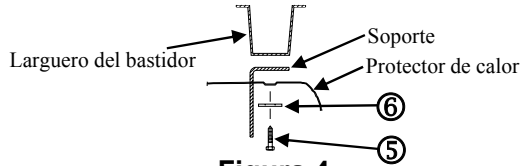

Figura 4
5. Vuelva a instalar el protector de calor usando los tornillos existentes excepto sobre el soporte del enganche use un perno hexagonal M6 nuevo y la arandela plana suministrada con el enganche (ver Figura 4).
10. Vuelva a instalar el protector de calor usando los tornillos existentes, excepto sobre el soporte del enganche use el perno hexagonal M6 nuevo y la arandela plana suministrada con el enganche (ver Figura 4).